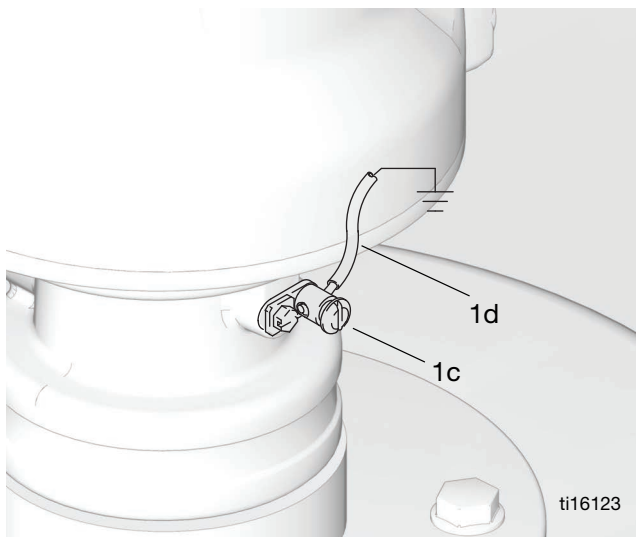

FIG. 1
**Pompa:** usare un filo di messa a terra e un morsetto (FIG. 1).